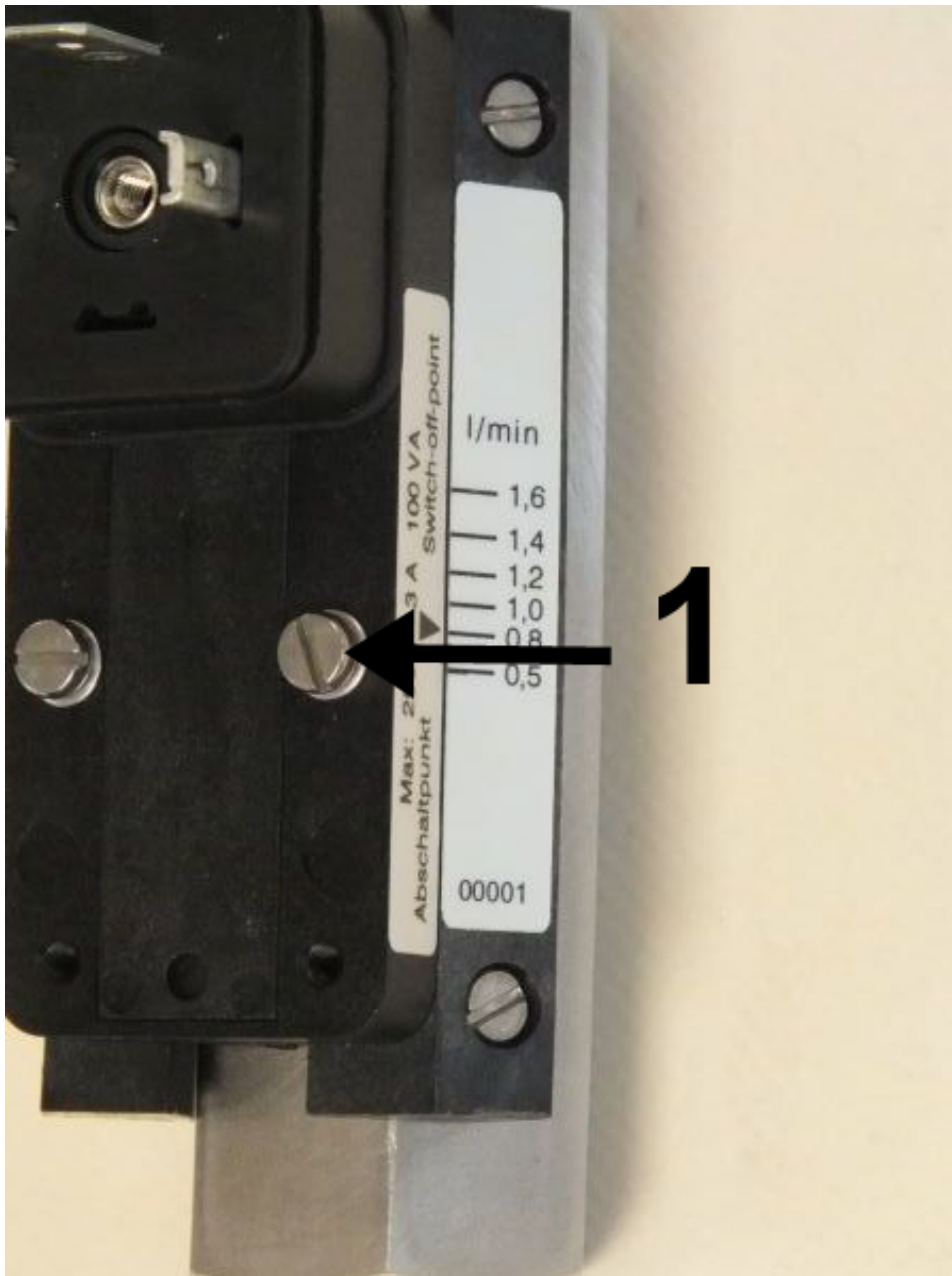

Abb. 36: Feststellschrauben lösen
1. Die Feststellschrauben des Schaltkontaktes (Abb. 36/1) mit einem Schlitzschraubendreher lösen.
3. Feststellschrauben des Schaltkontaktes (Abb. 36/1) mit einem Schlitzschraubendreher wieder anziehen. Dabei Schrauben-Anziehdrehmoment beachten.